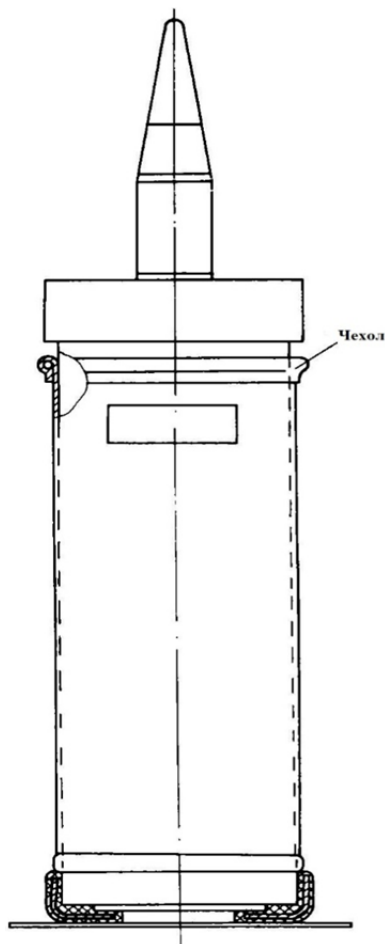

Рис. 2.10. Установка чехла на бронебойный подкалиберный снаряд в районе стеллажей АБ
– установить чехлы на заряды, расположенные на настиле ВТ, в районе АБ и на бронебойный подкалиберный снаряд, расположенный в районе АБ. При этом чехол на снаряд надевать между хомутом и чашкой резиновым кольцом вверх (рис. 2.10).